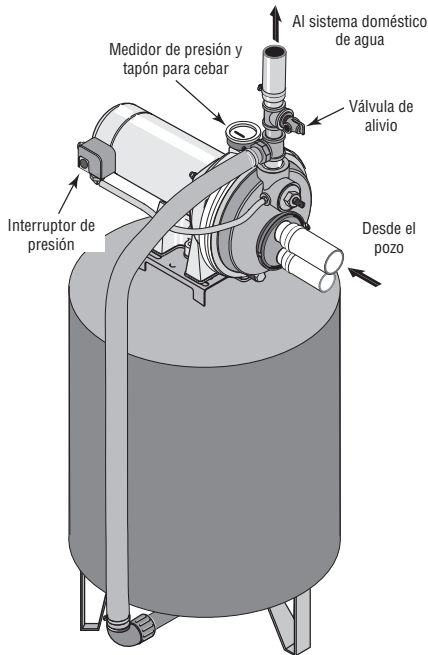

Figura 12 - Conexiones del Tanque Pre-cargado
1. Instale una boquilla de cierre y una "T" en el orificio de descarga de la bomba (vea la Figura 12). La tubería debe ser al menos del mismo tamaño que el orificio de descarga. Instale una tubería o una manguera reforzada desde un brazo de la "T" al orificio en el tanque de pre-carga.